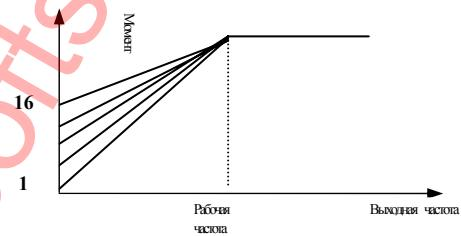

Рис. 9-1 Кривая момента
- Существует 16 “двулинейных компенсационных кривых вращающего момента”, которые используются для увеличения выходного вращающего момента при низкой частоте. Компенсирование возрастает с увеличением значения параметра F502, как показано на Рис.9-1.